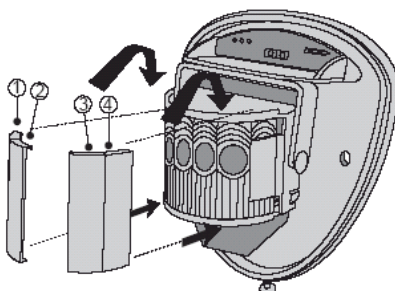

fig. 8
- Il modulo del rivelatore è dotato di due otturatori scorrevoli per ridurre l'angolo di rilevamento. Il gruppo di tende aggiuntive fornito consente di ridurre ulteriormente lo schema fasci, per esempio quando è richiesto l'angolo di rilevamento minimo di 10 gradi. Le tende sono montate nel modulo di panoramica e inclinazione come indicato nella fig. 8 qui sotto. Ogni sezione della lente del rivelatore fornisce una copertura di circa 10 gradi.
Vedere fig. 8.